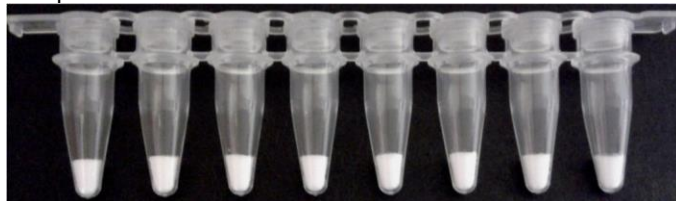

Figura 1
- Examine el producto antes de utilizarlo para comprobar que el contenido tiene un aspecto sólido y blanco (figura 1). Deseche el producto que aparezca con signos de contaminación por humedad;